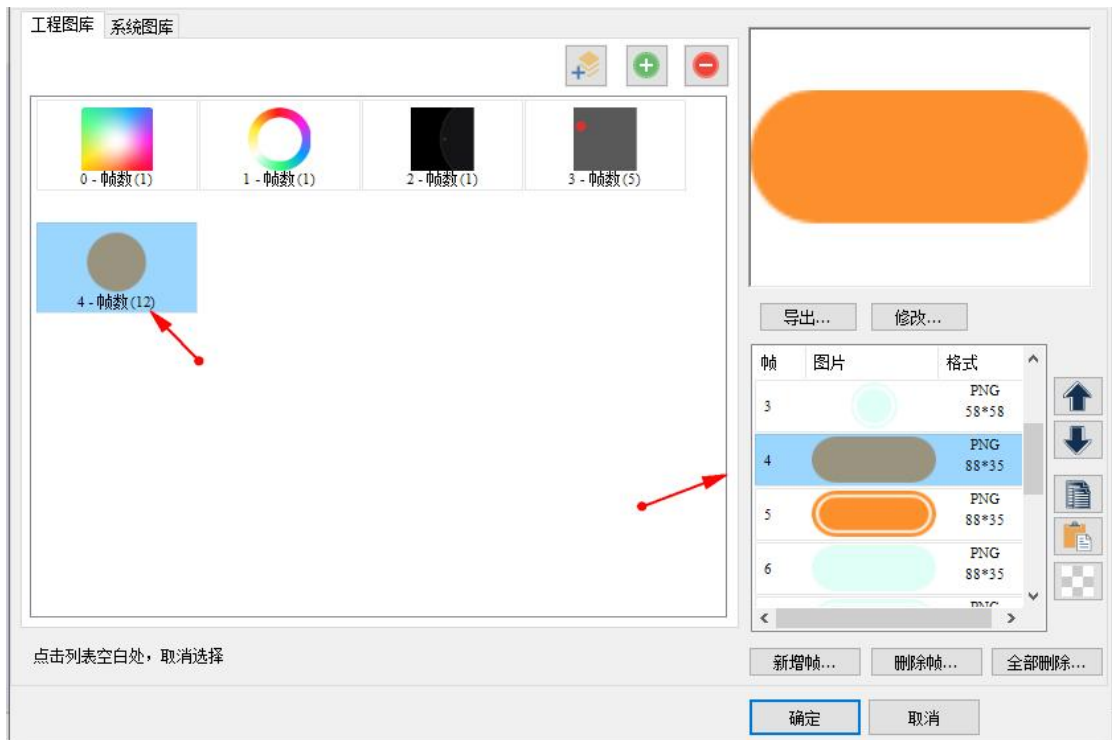

图 7-6 插入图片
3. 图标 4 帧数变为 12，其中新添加的 4 张图片，从第 3 帧后面插入，如图 7-6 所示；